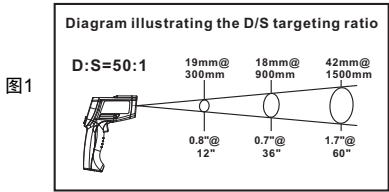

图1
- 1、使用本机测量温度时,要注意考虑距离与测量区域大小之间的比率(简称物距比)。当本机与被测物体的距离增大时,测量区域也会相应增大。(本机物距比为50:1,见图1),***本机配有定位激光用于瞄准被测物体表面。